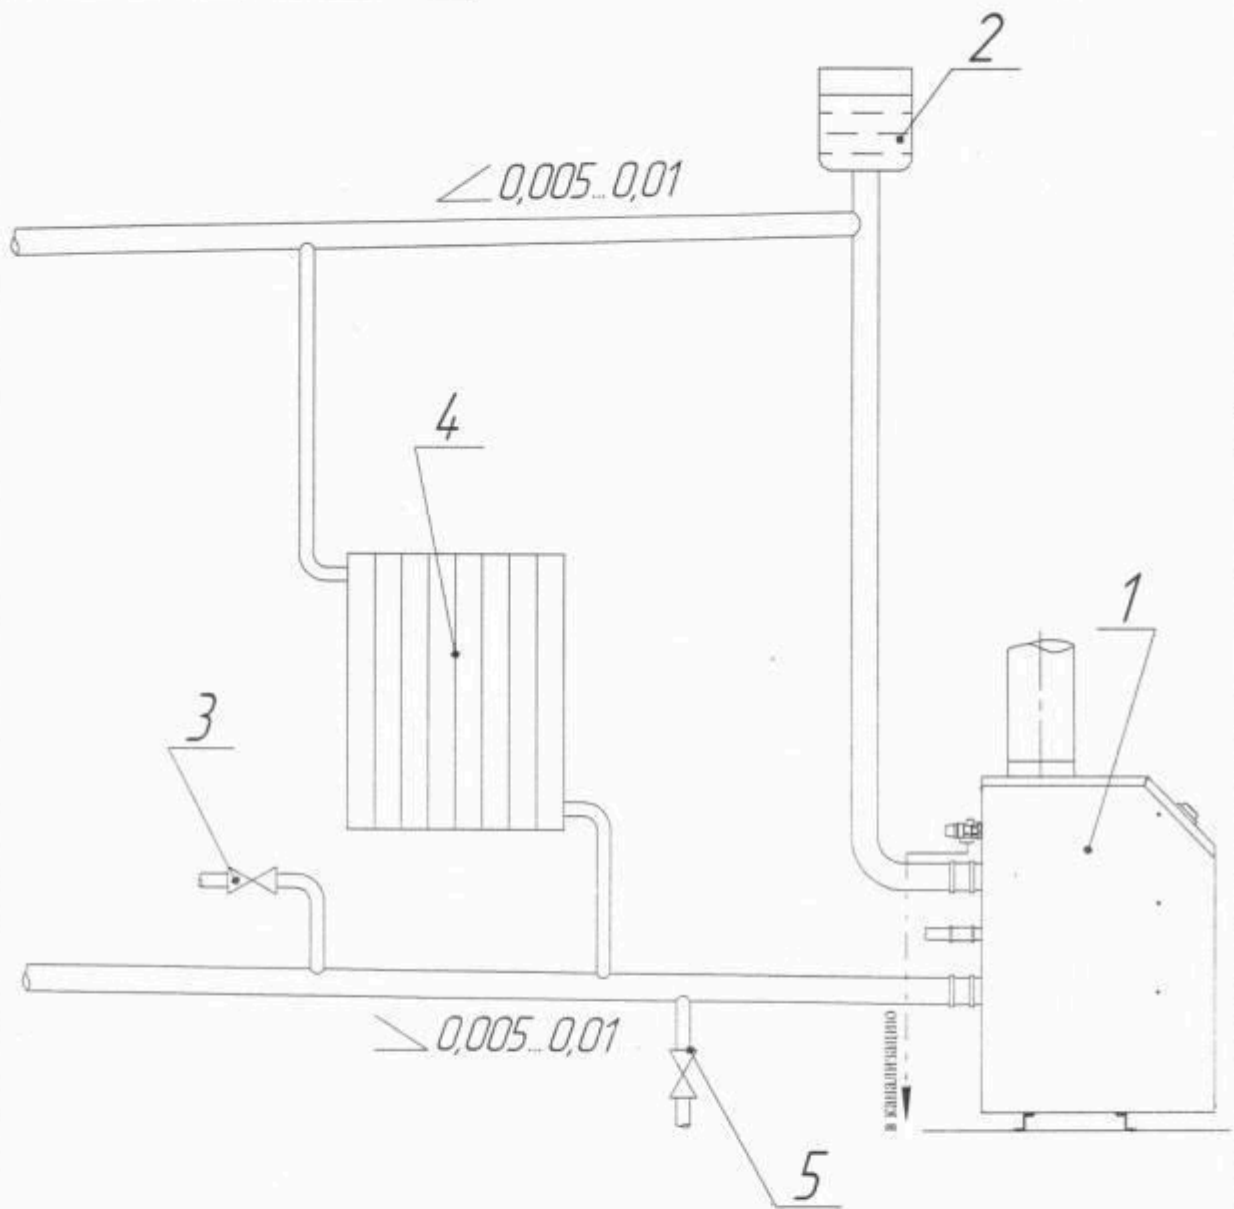

Рис.6. Рекомендуемая схема разводки отопительной системы с гравитационной циркуляцией воды.
- 5.3 Рекомендуемые схемы системы отопления приведены на рис.6,7.